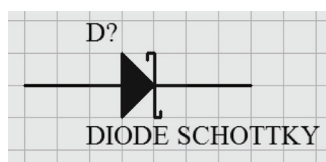
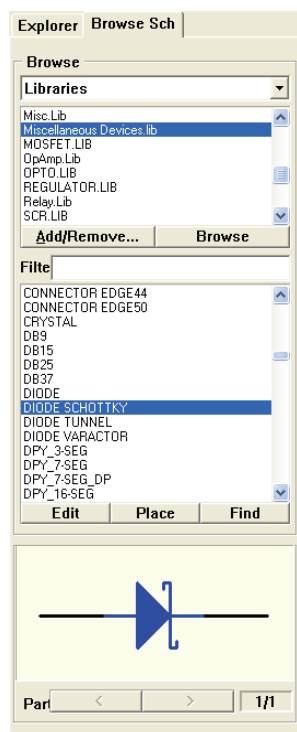

图 4-113 放置元件
图 4-112 选择元件
(11) 放置双向击穿二极管元件。打开“Browse Sch”选项卡，在当前元件库名称栏选择“Miscellaneous Devices.Lib”，选择元件 DIODE SCHOTTKY，如图 4-112 所示。单击 **Place** 按钮，放置 1 个元件在原理图纸上，如图 4-113 所示。